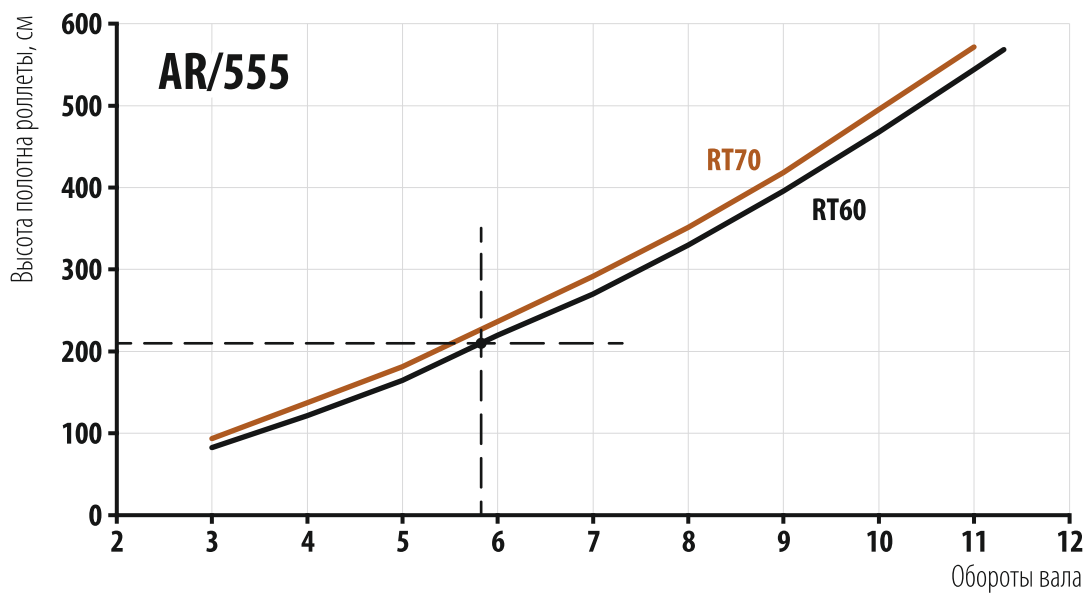

Рисунок 2
2. По **диаграмме А**, для профиля AR/555 определяем количество оборотов вала  $n_n$  (см. рисунок 2):